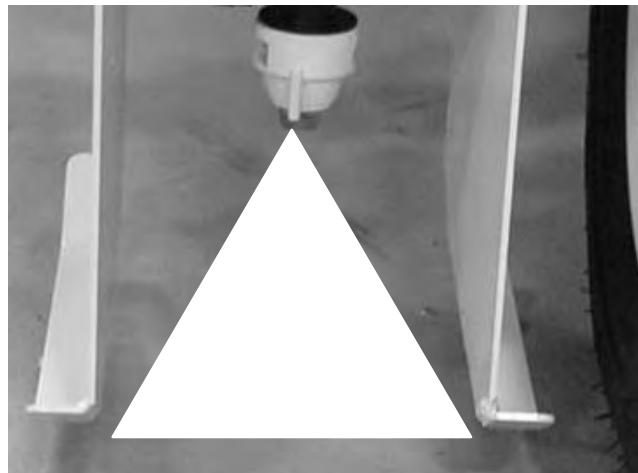

Figure 23
- Soulevez ou abaissez le tube de la buse jusqu'à ce que la peinture soit pulvérisée légèrement en dessous des plaques (Fig. 23).